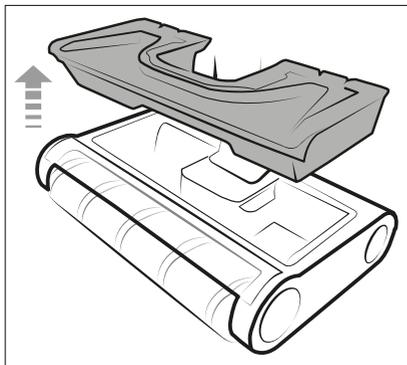

Fig. 10
- 3) Togliere il serbatoio dell'acqua sporca **13** dalla testa di lavaggio **7** (vedere fig. 10).